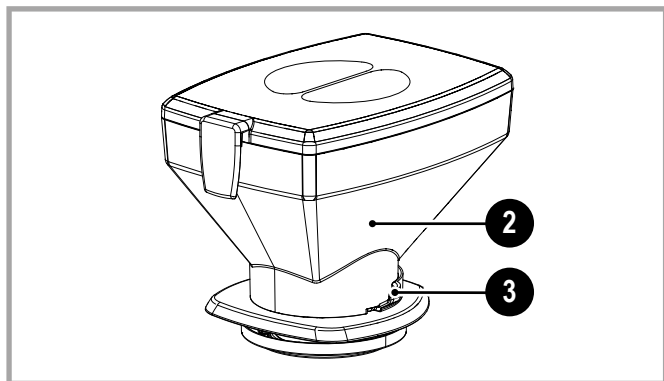

Fig. 8.1 - Tolva
Para limpiar la tolva, efectuar las siguientes operaciones (Fig. 8.1 y 8.2).
- Cerrar la compuerta (3 - Fig. 8.1), empujándola hacia el interior. Comenzar la molienda hasta que se agoten los residuos de café en el molinillo-dosificador.
- Retirar la tolva (2 - Fig. 8.1) del molinillo-dosificador.
- Retirar el café que quede en la tolva (2 - Fig. 8.1).
- Antes de volver a colocar la tolva (2 - Fig. 8.1) en el molinillo-dosificador, asegurarse de que las partes húmedas o mojadas estén completamente secas.